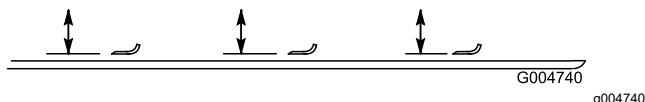

Figura 88
2. Gire la cuchilla hasta que los extremos estén orientados hacia adelante y hacia atrás, y mida desde el interior de la unidad de corte al filo de corte en la parte delantera de la cuchilla (Figura 88).